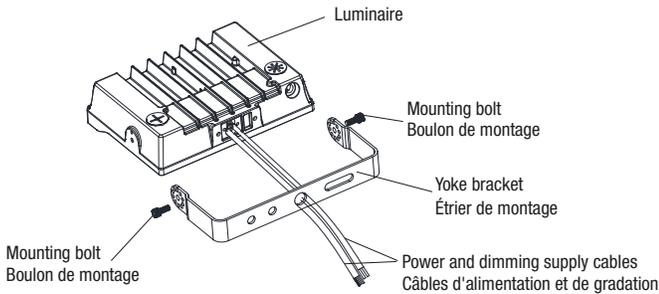

Fig. 5.1
2. Mount the yoke bracket on the luminaire by using the two provided bolts (Fig. 5.1).
3. Pass the power and dimming cables of luminaire through the central hole of the yoke bracket (Fig. 5.1).
2. Monter l'étrier de montage sur le luminaire en utilisant les deux boulons fournis (Fig. 5.1).
3. Passer les câbles d'alimentation et de gradation du luminaire par le trou central du support de l'étrier (Fig 5.1)